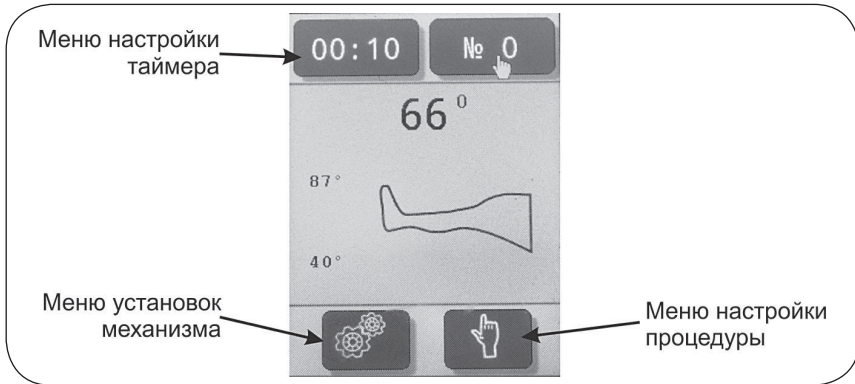

Рисунок 7.4 – Дисплей режима готовности
7.2 Дисплей режима готовности (см. рис. 7.4):
После однократного нажатия любой кнопки Аппарат перейдет в режим «Пауза», о чем сообщит мигающая в зоне С пульта управления иконка . В данном режиме дисплей переходит в состояние выбора меню (см. рис. 7.4): иконки панели становятся активными и появляется возможность оперативно изменить (скорректировать) режим работы аппарата.